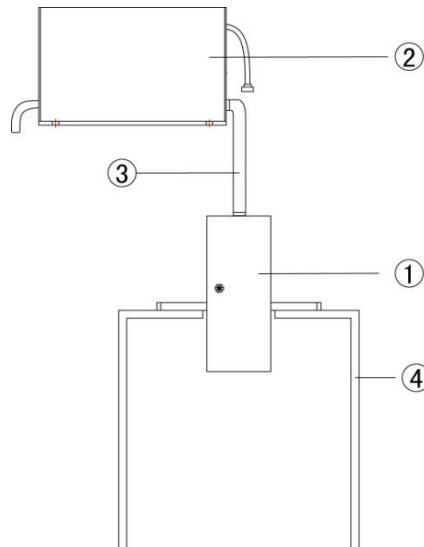

图 2、高压传感器本体及高压调理模块
参见图 2，传感器本体①壳体、高压调理模块②壳体均为导电金属材料，两者经连接线③连接在一起；传感器铜排固定在载流铜排上④上，四者构成等电位体（以下简称“等电位体”）。